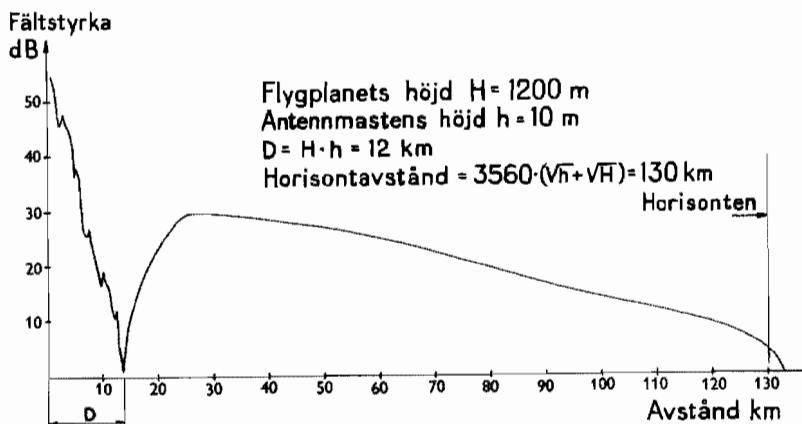

Bild 12. Fältstyrkekurva
- Bild 12.** Fältstyrkekurva
För att pejling skall vara möjlig fordras att fältstyrkan inte är alltför låg. Fältstyrkans förändring med avståndet till sändaren vid UK framgår i princip av bild 12.